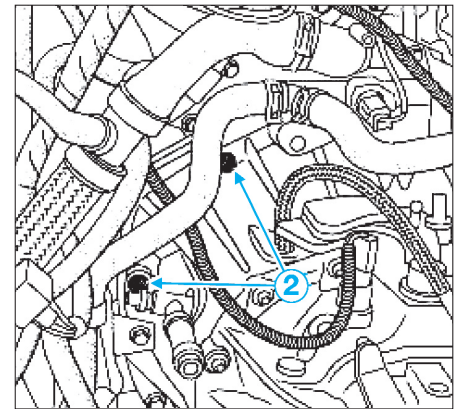

FIG. 15
- Déposer (fig. 15) :
- les fixations (2) du démarreur.